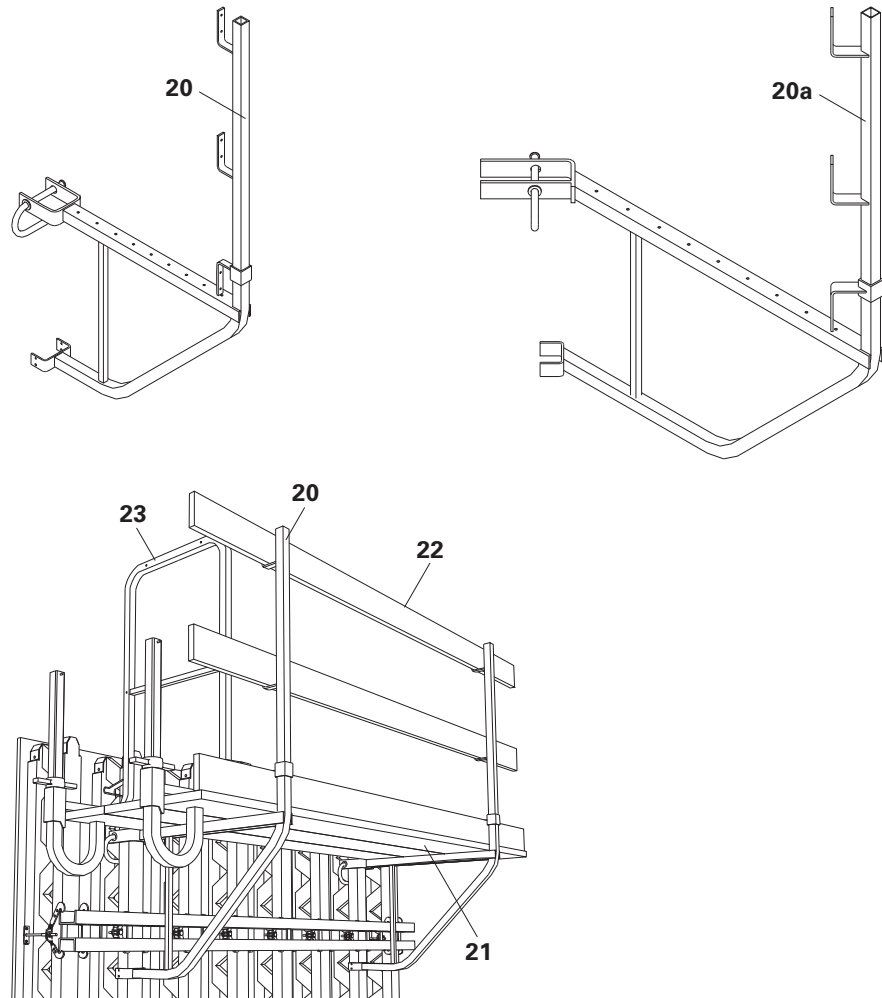

Fig. B2.01.1
- Console de travail GB 80 (20)
- Plateau (21)
- Protection latérale, y compris plinthe bois (22)
- Sécurité antichute latérale (23).
- (Fig. B2.01.1 et B2.0.2)